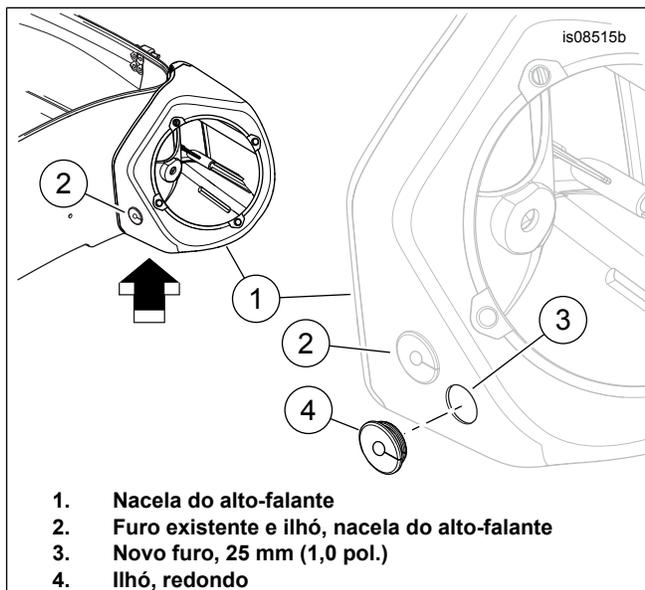

Figura 1. Instalação do ilhó
Veja Figura 1. Faça um **novo** furo (3) em cada nacela de alto-falante (1), distante do ilhó existente (2), aproximadamente onde mostrado.